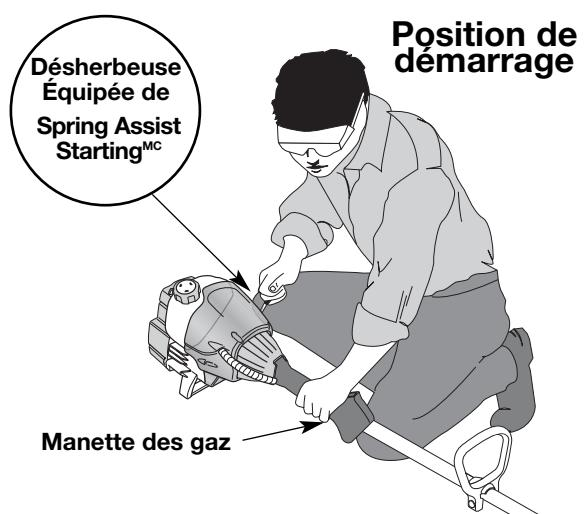

Fig. 8
**AVERTISSEMENT:** évitez tout démarrage accidentel. Tenez-vous en position de démarrage lorsque vous tirez sur la corde de démarrage (Fig. 8). L'opérateur et l'appareil doivent tous deux être en position stable pour éviter des blessures graves.
- 4. Accroupissez-vous en position de démarrage (Fig. 8), pressez la poignée des gaz et tirez vivement sur le cordon de démarrage à 5 reprises.